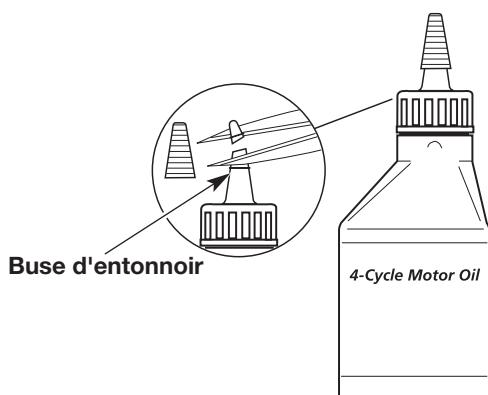

Fig. 15
Votre appareil est livré avec une bouteille d'huile SAE 30 SF, SG, SH de 90 ml (3,0 fl oz) (Fig. 15).
1. Dévisser le bouchon de la bouteille d'huile et retirez le papier couvrant l'ouverture. Replacez le bouchon. Coupez la pointe de la buse de l'entonnoir (Fig. 15).